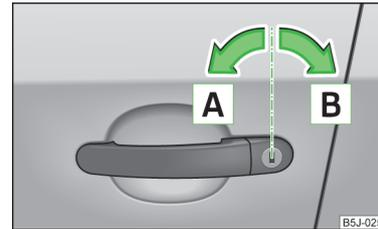

Fig. 10
- Tournez la clé dans le cylindre de fermeture de la portière conducteur dans le sens de la marche (position de déverrouillage) **A** » fig. 10.
- Tournez la clé dans le cylindre de fermeture de la portière conducteur dans le sens inverse de la marche (position de verrouillage) **[B]** » fig. 10.